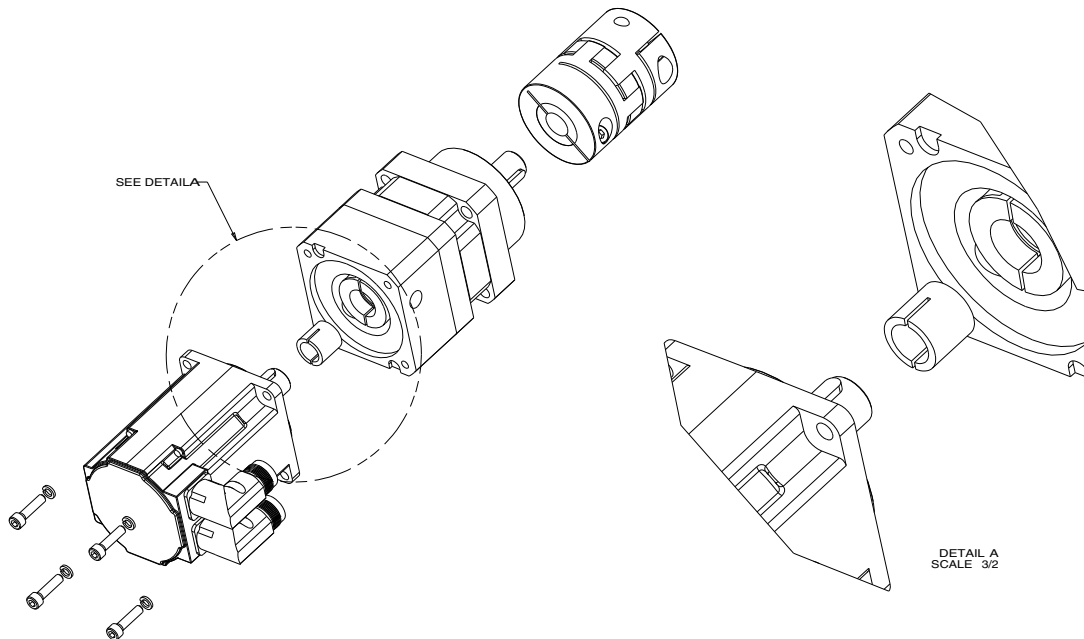

図 19
2. ギアヘッドのブッシングをドライブの継手に滑り込ませ、ドライブの継手およびブッシングのスロットを位置合わせします。図 19 を参照。